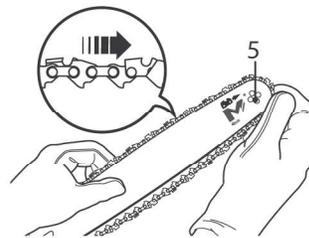

Fig. 6
- > Introduzca la cadena en la ranura alrededor de la barra guía (Fig. 6).